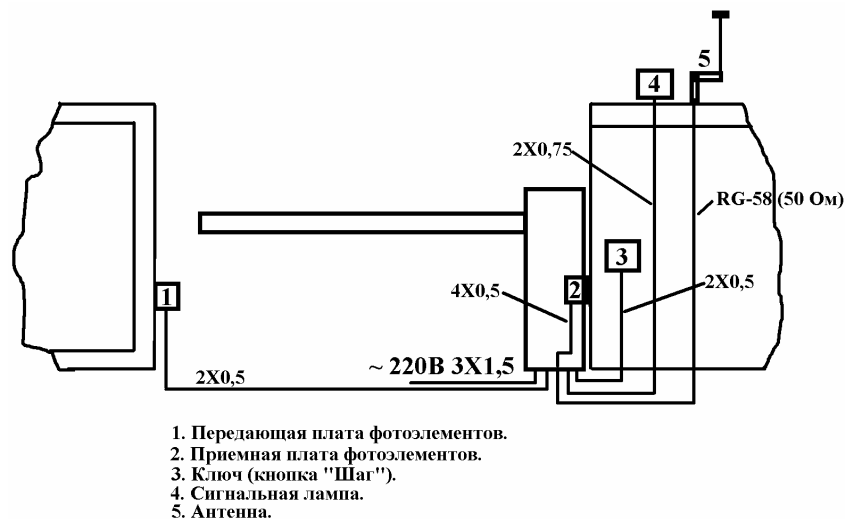

Рис.11 Типовая схема компоновки оборудования.
- Выполните электрическую проводку (рис.11);